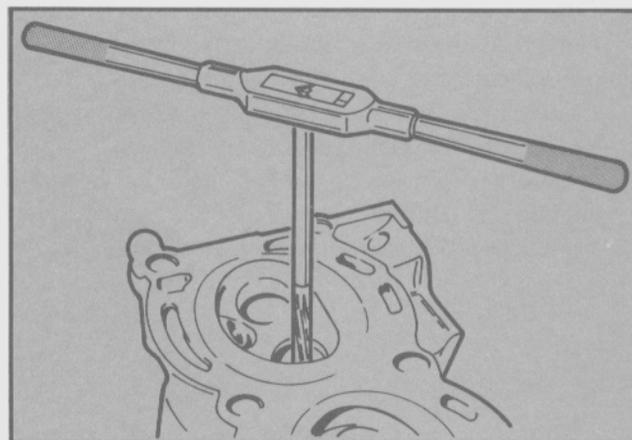

Fig. 95 - Escariado de la guía de válvula
- Utilizando un escariador apropiado, rectificar la guía de válvula. Lubricar la guía mientras se realiza dicha operación (Fig. 95).